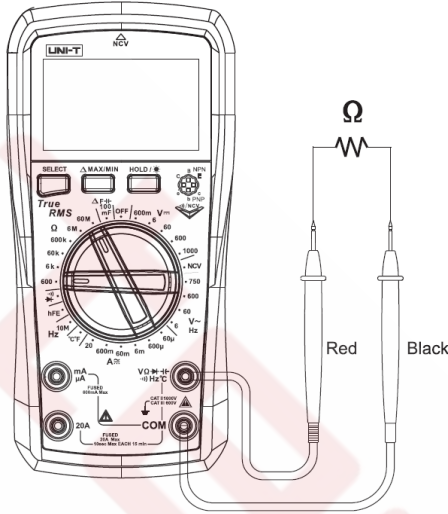

Рисунок 3.
2. Измерение сопротивления (Рисунок 3)